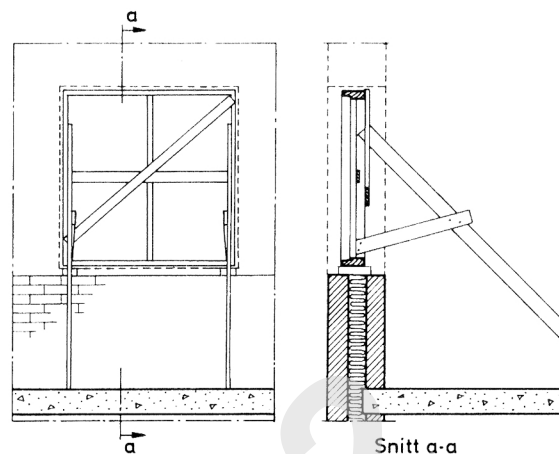

Fig. 131. Mål 1 : 50
- 131 Karm i murvegg kan monteres før veggen mures. Karmen må da stives av slik at den ikke kan bli presset inn eller kommer ut av vinkel under muringen. Karmen må monteres i riktig posisjon, nøyaktig i vater og lodd to veier. Karmen må avstives på en solid måte slik at den ikke forandrer stilling, fig. 131.